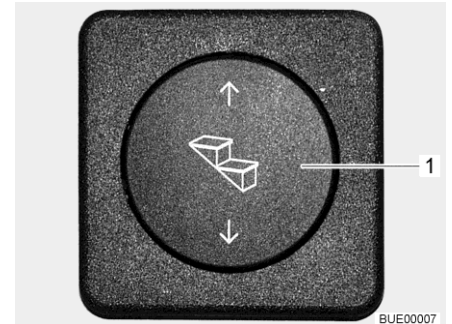

Bild 9 Manöverknapp fotsteg
- Tryck nedtill på vippknappen (Bild 9,1) och håll den intryckt (minst 3 sekunder) tills fotsteget har körts ut helt.
- Tryck uppåt på vippknappen (Bild 9,1) tills fotsteget har körts in helt.